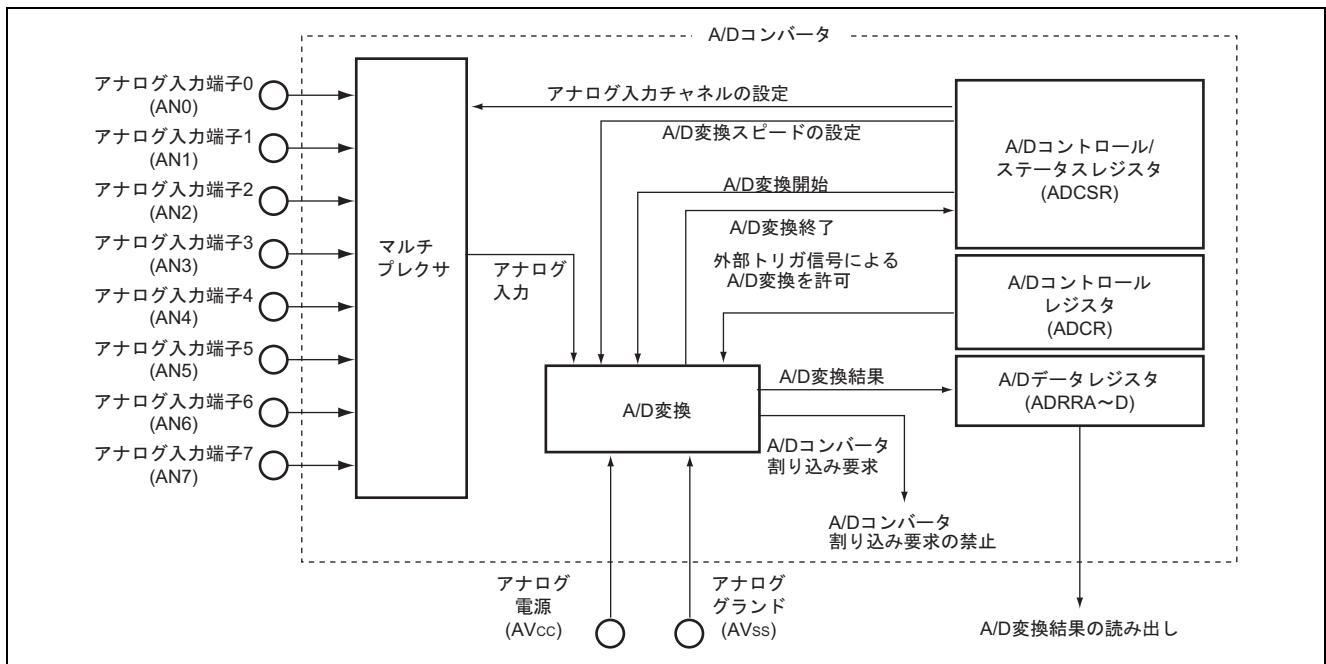

図 2 A/D コンバータのブロック図
- (a) 図 2 に A/D コンバータのブロック図を示します。以下に A/D コンバータのブロック図について説明します